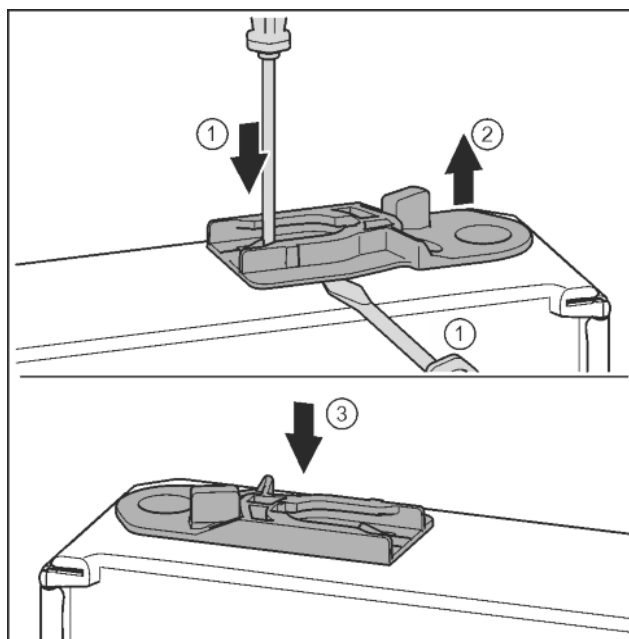

Fig. 31
- ▶ Извлечь направляющее гнездо: нажать накладку шлицевой отверткой и одновременно переместить ее шлицевой отверткой под направляющее гнездо. *Fig. 31 (1, 2)*
- ▶ Прилагаемое при поставке направляющее гнездо вставить на другой стороне корпуса. *Fig. 31 (3)*